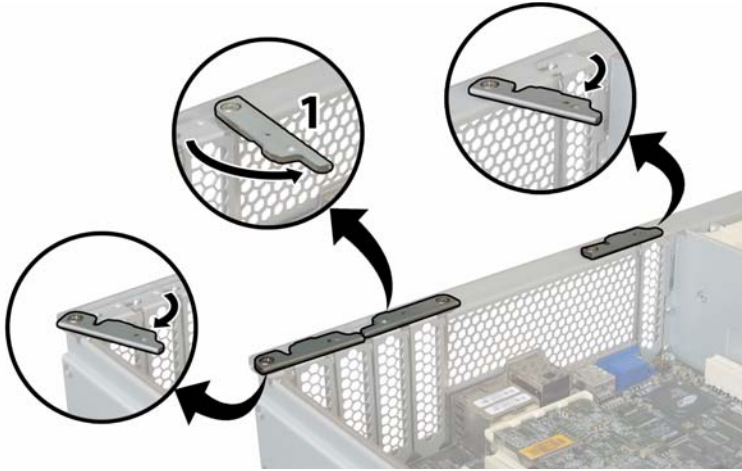

图 4-41 打开 PCI 卡锁销
- b. 在机箱的背面执行操作，向上旋转每个卡的锁销，以便将 PCI 卡的背面松脱。请参见图 4-41。